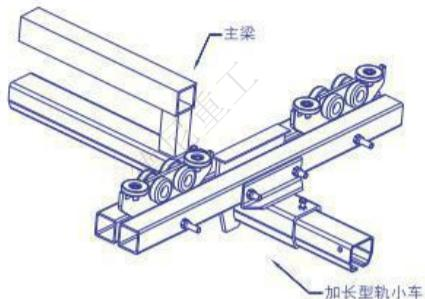

图5G. 安装加长型轨小车(见提示)
5.18 将一个型轨小车滑套在主梁的动力输送端（参阅总装图，确定型轨小车的位置。型轨小车的套管与主梁上 第一个垂直构件的距离应不小于 25mm），并紧固到位(图 5G)。